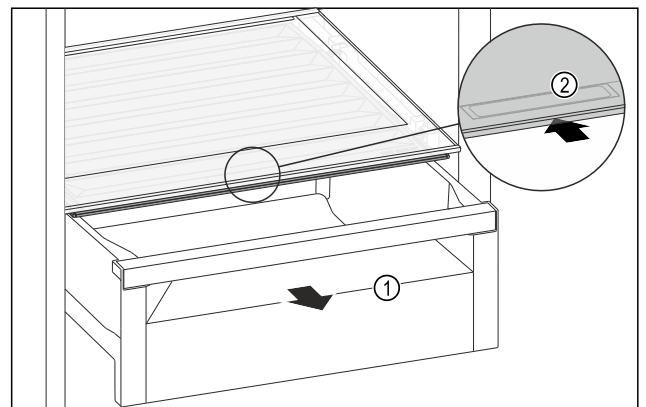

Fig. 109
- ▶ Schubfach Fig. 109 (1) herausziehen.
- ▶ Griffmulde Fig. 109 (2) am Fachdeckel anfassen und Fachdeckel gleichzeitig nach hinten schieben.